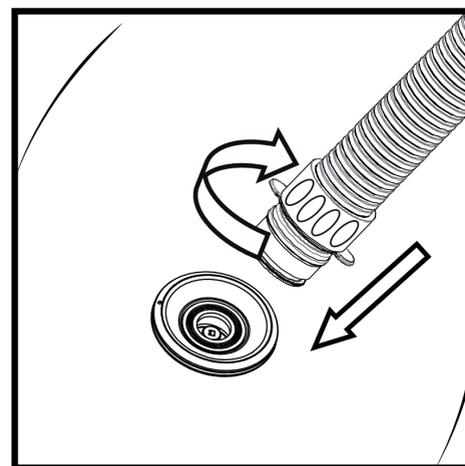

Bild 2.
- Befestigen Sie den entsprechenden Adapter am anderen Ende des Luftschlauchs und drehen Sie ihn im Uhrzeigersinn fest (Schritt 1, Abbildung 2). Befestigen Sie dann den Adapter am Ventil des Aufblasgeräts (Schritt 2, Bild 2).